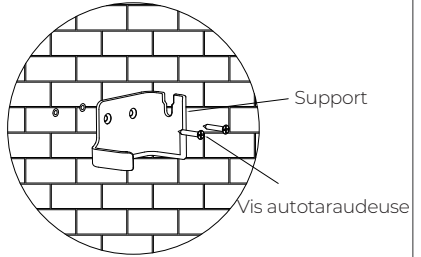

Figure 6-6-4
Étape 3 : Fixez le support de montage sur le mur et utilisez le tournevis cruciforme pour fixer 2 vis autotaraudeuses dans les chevilles. Voir Figure 6-6-4.